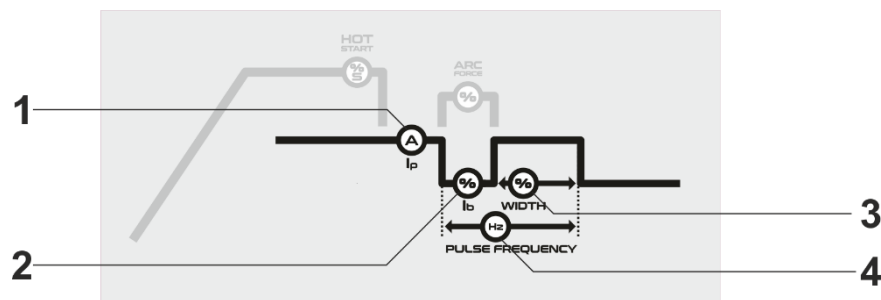

Fig. 2 – Parâmetros LIFTIG
- I_b (Fig.2 - 2) – ajustar a corrente de base em percentagem da corrente principal.
- WIDTH (Fig.2 - 3) – ajustar o tempo da corrente de pico (principal) 10% a 90%.
- PULSE FREQUENCY (Fig. 2 - 4) – ajustar a frequência de pulsado em Hertz.